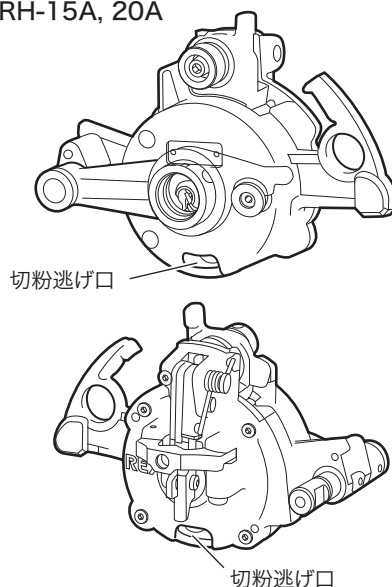

図 35
1. 切粉づまりの点検 (図 35 ～ 37)
転造ヘッド内部に溜まった切粉は、切粉逃げ口からオイルと共に排出するしくみになっています。(図 35、36)